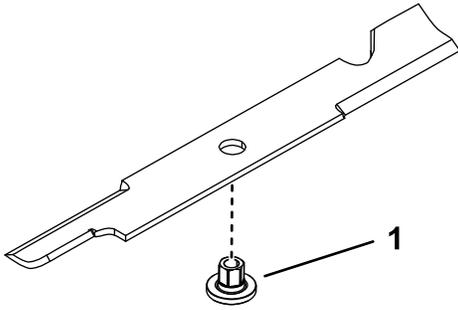

Figura 8
1. Montate la boccola attraverso la lama con la flangia della boccola sul lato inferiore (erba) della lama (Figura 8).